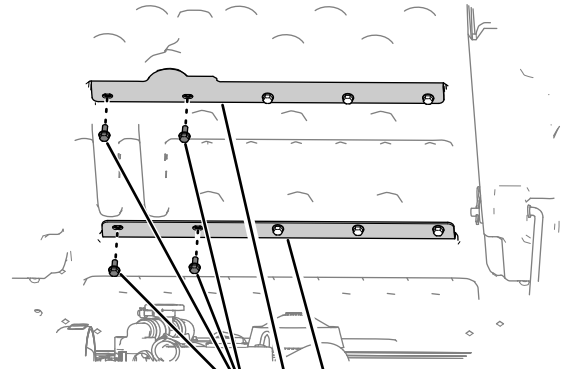

Figure 4
- 1. En regardant vers le bas du plateau relevé, retirez les 2 boulons à l'extrême gauche (5/16 x 3/4 po) qui fixent les 2 renforts au plateau (Figure 4).